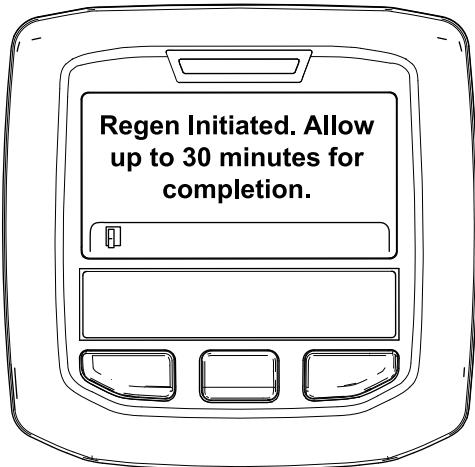

Figura 33
- Se la rigenerazione è consentita, nell'InfoCenter viene visualizzato il messaggio "Rigen. inizializzata. Attendere fino a 30 minuti per il completamento", attendete il completamento del processo di rigenerazione parcheggiata da parte della macchina (Figura 33).